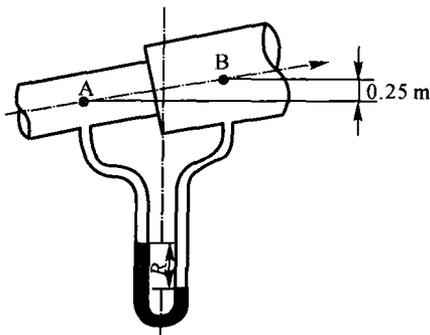

图 1-7
例题 1.3 如图 1-7 所示,水以 $20 \text{ m}^3/\text{h}$ 的流量从倾斜直管中流过,管内径由 80 mm 突然扩大至 160 mm 。截面 A, B 间连接一 U 形压差计,指示液密度为 1400 kg/m^3 , 两测压点垂直距离 $\Delta z = 0.25 \text{ m}$ 。若忽略阻力损失,试求:(1) U 形压差计的读数 R 及两点压差;(2) 管路 AB 水平放置而流量不变,压差计读数 R' 及两点的压差同倾斜放置相比有何变化?